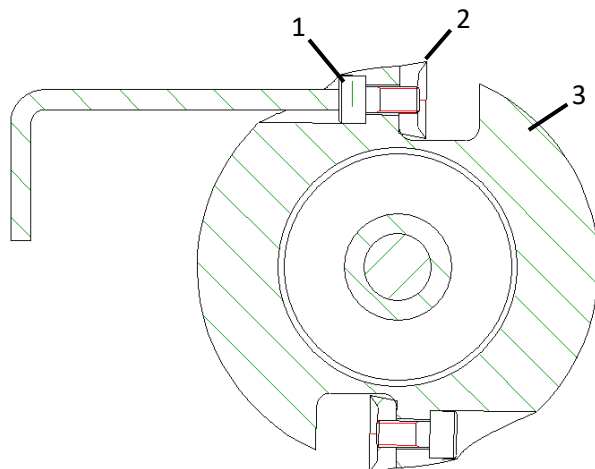

Fig. 3. Skifte kniver
- Løsne knivskruene (1 – fig. 3) på fresehodet (3 – fig. 3) med en unbrakonøkkel 3 mm.
- Bytt ut rundkniven (2 – fig. 3) eller drei rundkniven 180°.